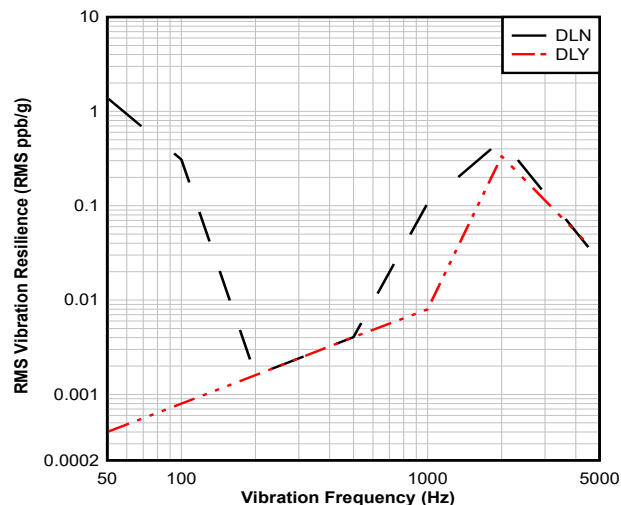

图 8-3. 25MHz、25°C、1.8V 电源电压条件下，抗振性与振动频率间的关系 (X 轴)
图 8-3 显示了 CDC6Cx-Q1 BAW 振荡器的振动性能。德州仪器 (TI) 按照 MIL-STD-883 方法 2026 条件 C (10g) 和方法 2007 条件 A (20g) 进行了测试。在该测试中，CDC6Cx-Q1 振荡器安装在 EVM 上，并在 X、Y 和 Z 轴方向上分别承受 10g 的加速度，频率范围为 50Hz 至 2kHz。使用 Keysight E5052B 捕获因振动而产生的杂散相位噪声轨迹，并根据杂散功率计算出频率偏差。然后，根据载波频率将频率偏差转换为 ppb，并统一为 ppb/g。最后，将沿所有三个轴的 ppb/g RMS 总和以 ppb/g 为单位报告为振动灵敏度。CDC6Cx-Q1 在振动条件下的性能约为 2ppb/g，而大多数石英振荡器的最佳性能为 3ppb/g，更差的可能超过 10ppb/g。